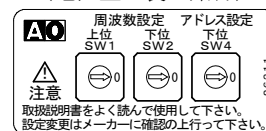

図1
**送信機では、電池収納部(図1)にありますので、設定時には電池蓋を取り外して行って下さい。**
（図1の右側のロータリーSW）